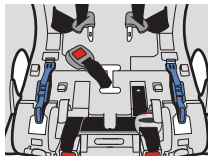

Figure 14
- Faites glisser la sangle d'un côté de la fente de la sangle d'entrejambe et poussez le bord de la sangle dans la fente de réglage, tel qu'illustré dans la **Figure 14**.